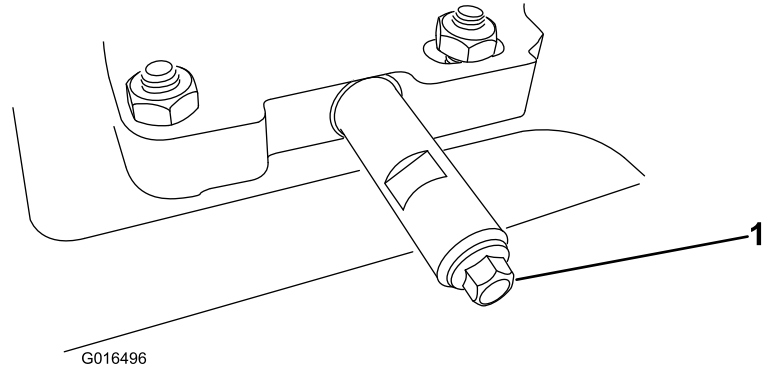

Figura 35
2. Limpe a zona em torno da porca de drenagem do óleo (Figura 35).